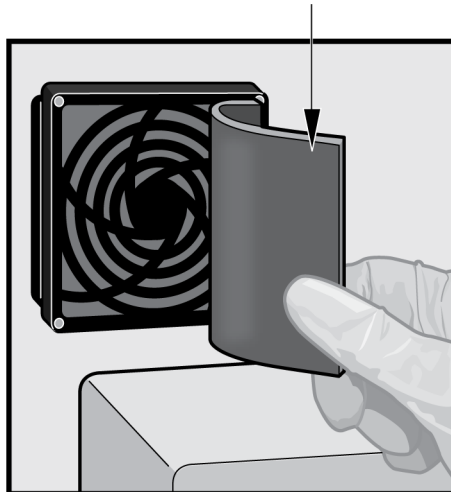

Figura 9-19. Desinstalación del protector del filtro del ventilador
Limpie los filtros de los ventiladores cada semana o con más frecuencia si es necesario. El GeneXpert GX-XVI R1 tiene cuatro filtros de ventiladores. Los filtros de ventiladores se encuentran en la parte posterior del GX-XVI R1. Consulte la Figura 9-19. Los materiales necesarios para el procedimiento son los siguientes:
4. Retire con cuidado el protector del filtro del ventilador desprendiendo el protector del alojamiento del ventilador (consulte la figura 9-19) y póngalo a un lado durante el resto del proceso de retirada y limpieza del filtro.
5. Saque el (los) filtro(s) sucio(s) para limpiarlo(s). Consulte la figura 9-19.